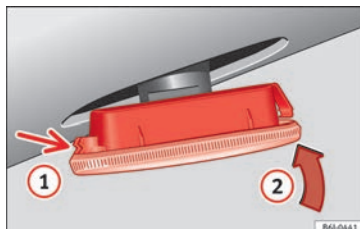

Bild 115 Blinkers.
- Montera först blinkersenheten i öppningen i chassit och fäst flikarna **(1)** » bild 115. Montera sedan glödlampan som pilen **(2)** » bild 115 visar.